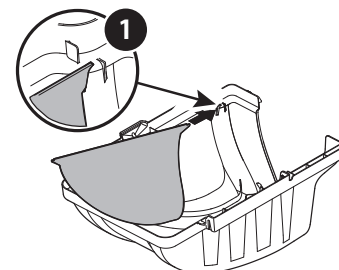

Figure 12
3. Si ce n'est pas déjà fait à l'usine, installer la grille de l'ensacheuse (731-06504) dans le couvercle de l'ensacheuse (631-04292) en insérant d'abord l'extrémité la plus proche du côté avec la découpe (1) dans le trou de montage, comme dans Figure 12.